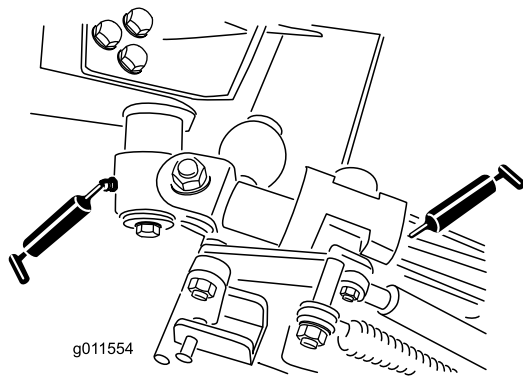

Figura 46
- Boccole orientabili (2) della leva a squadra (Figura 46)
- Boccole (4) del braccio posteriore (Figura 46).